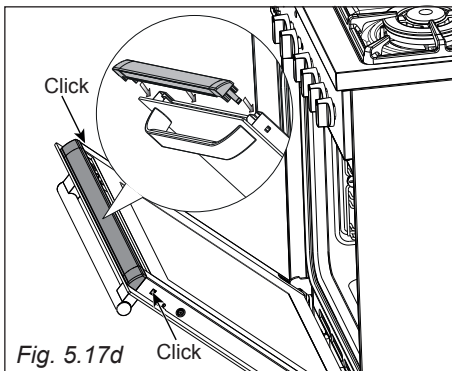

Fig. 5.17d
- Premere leggermente il profilo superiore verso la porta per agganciarlo in posizione. Si dovrà udire il click di aggancio delle due alette (fig. 5.17d). Prestare particolare attenzione a rimontarlo correttamente: nel verso corretto la parte ribassata è rivolta verso l'interno del forno.